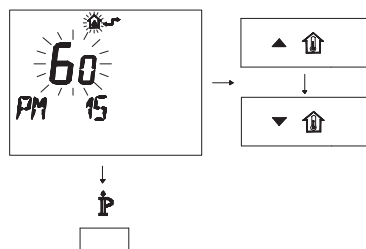

Figura 5.27
- Modificare il SET programmato agendo sui pulsanti  $\uparrow \uparrow$  o  $\downarrow \uparrow$  fino a visualizzare un set di 60, aspettare che il numero programmato cominci a lampeggiare (Figura 5.27).